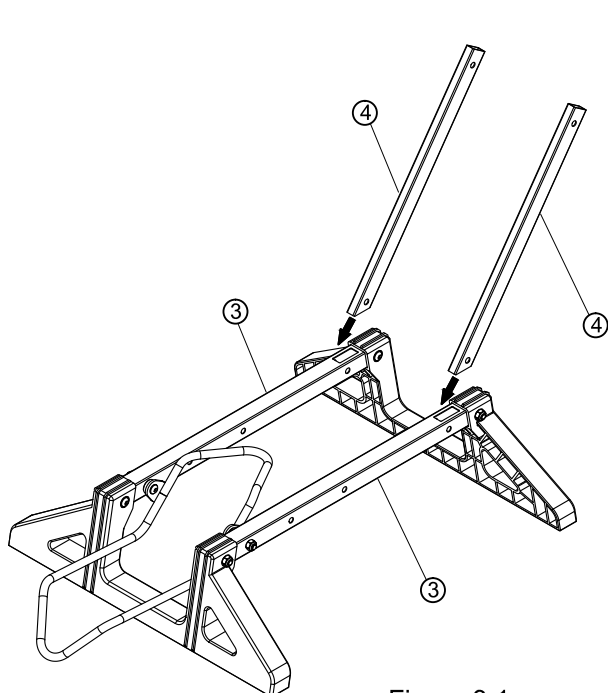
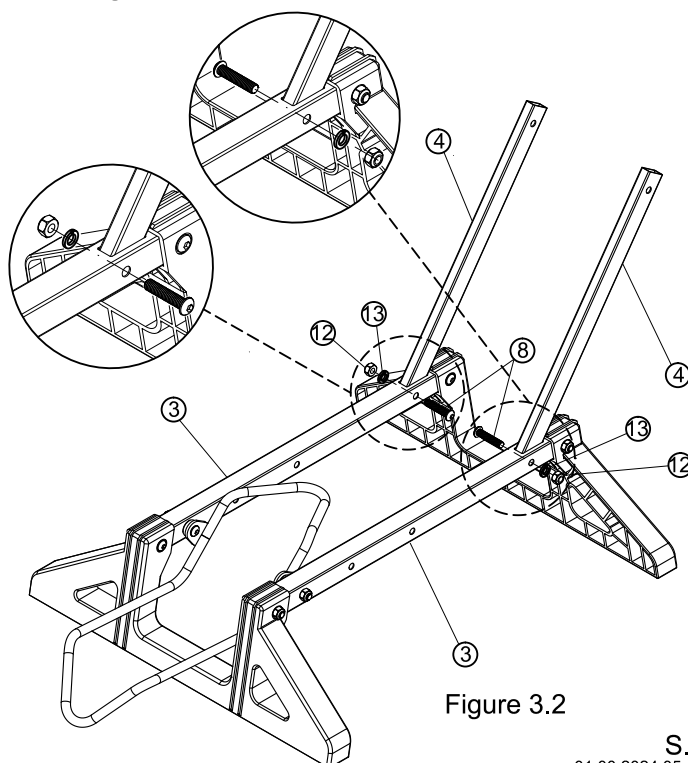

Figure 3.1
Figure 3.2
1. Insérez les montants ④ dans les trous des supports ③, avec l'extrémité inclinée des supports ③ tournée vers le bas. (Voir Figure 3.1)
2. Alignez les trous de vis au bas des montants ④ avec les trous des supports ③. Utilisez ensuite la vis à tête ronde M6 L28 ⑧, Rondelle élastique M6 ⑬ et l'écrou en nylon ⑫ pour les fixer.
3. Veillez à ce que la rondelle élastique M6 ⑬ et l'écrou en nylon ⑫ soient positionnés à l'extérieur. (Voir Figure 3.2)